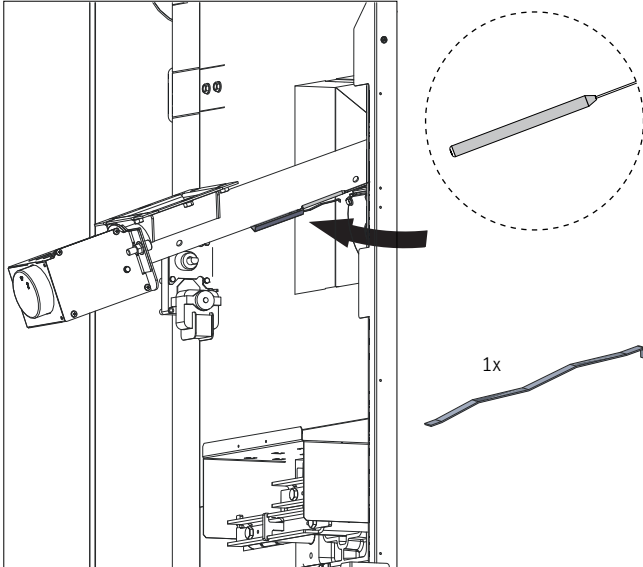

Fig. 35 Fühler für Sicherheitsthermostat-Schneckenrohr ganz einschieben
- Fühler für Sicherheitsthermostat-Schneckenrohr mit Fühlersicherung in die Fühleraufnahme bis zum Anschlag einschieben – Fig. 35. Gegebenenfalls Fühleraufnahme leicht aufbiegen, damit Fühler hineingeht. Fühler muss aber anliegen.